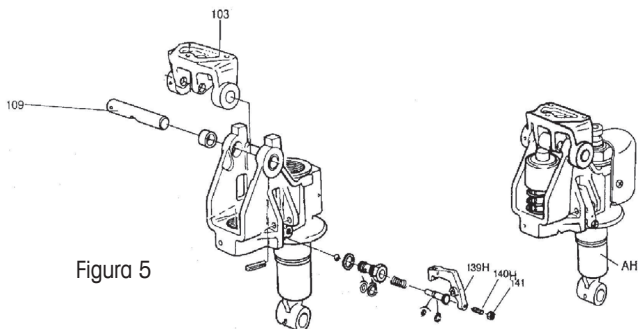

Figura 5
2. Posizionare la maniglia sulla base. Fare attenzione a fare avanzare il cavo di rimorchio al centro della base e nel relativo foro sull'asse (vedere la figura 5, 109).
4. Sollevare il gomito e inserire il perno del cavo di rimorchio nella scanalatura del gomito (vedere la figura 3 sotto riportata e la figura 5, 139H).
1. Regolare la vite di impostazione (vedere la figura 5, 140H) sul gomito finché la funzione di posizione ABBASSATA non funziona.
6. Mettere in sicurezza la vite di impostazione serrando il relativo dado (vedere la figura 5, 140H e 141).